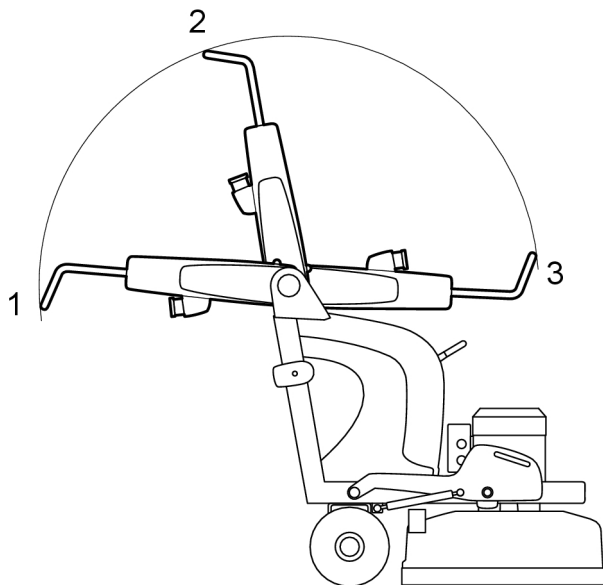

Рисунок 4-2. Положение ручки
1. Установите ручку в заднее положение, см. Рисунок 4-2, стр. 16.
4. Установите регулятор в рабочее положение, см. Рисунок 4-2, стр. 16.